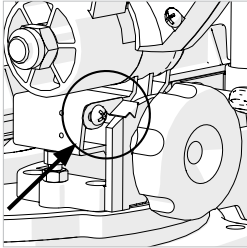

Abb. 7
- Vergewissern Sie sich, dass der Schneidkopf senkrecht gegen seinen Anschlag steht und der Neigungswinkelzeiger 0° auf der Skala anzeigt. **(Abb. 7)**